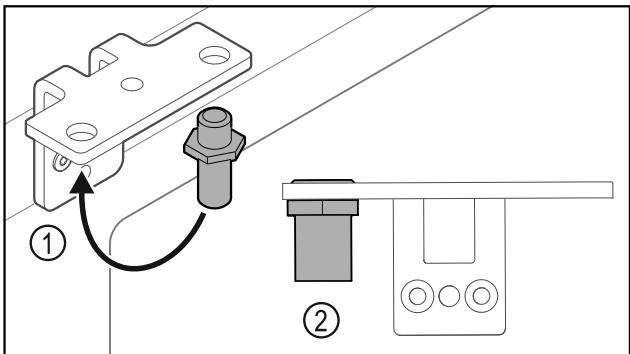

Fig. 37
- Ktheni bulonin Fig. 37 (1) në profilin e menteshës në anën tjetër.
- Shtrëngoni bulonin Fig. 37 (2) me **momentin e rrotullimit prej 12 Nm**.